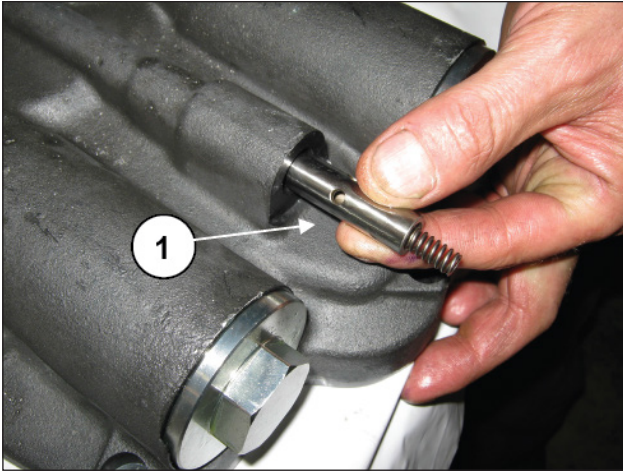

Abb. 149
Setzen Sie das Überdruckventil mit zugehöriger Feder ein (Pos. ①, Abb. 149) und ziehen Sie den Stopfen M 14 (Pos. ①, Abb. 150) mit einem Drehmomentschlüssel auf das im Absatz 3 angegebene Anzugsmoment an.